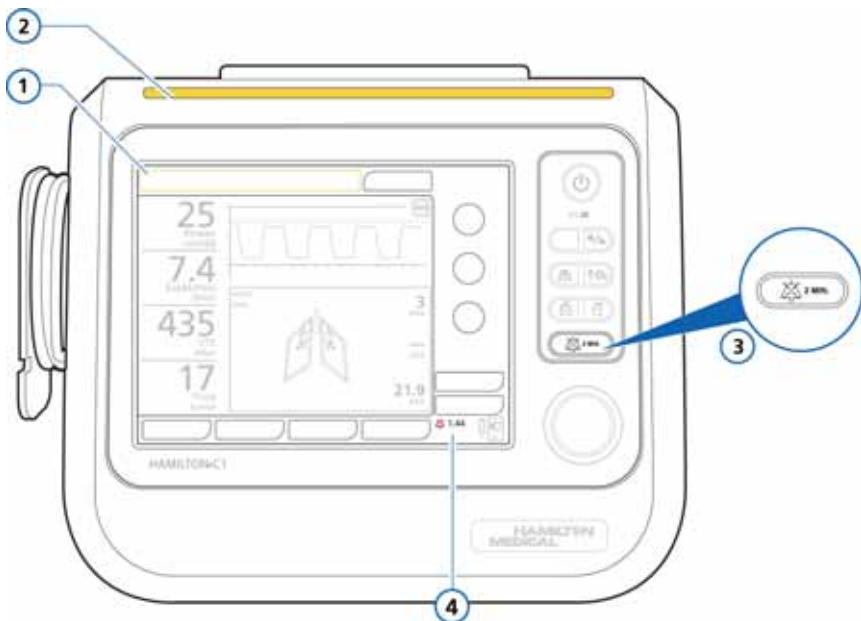
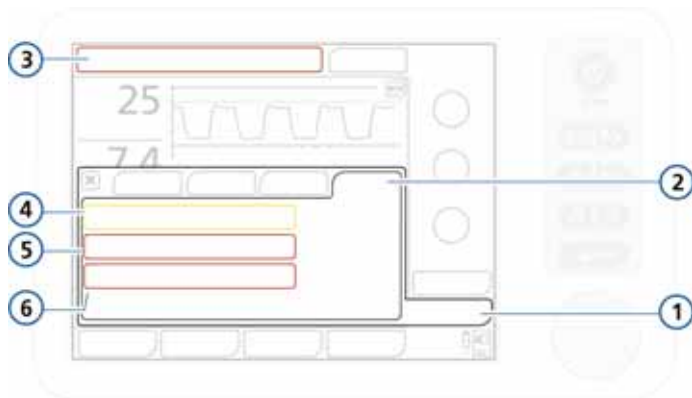

図 8-1. 視覚的アラームインジケータ
図 8-4. 発生中のアラームを含むアラームバッファ
表 8-1 は、各アラームのタイプ別に音声および視覚的な特徴をまとめたものであり、それぞれに対応する方法を示しています。また図 8-1 は、人工呼吸器の視覚的アラームインジケータを示したものです。発生中のアラームは、アラームバッファ (図 8-4) で確認できます。アラームに関する情報は、イベントログにも保存されます (セクション 8.4)。
- ・ 現在アラームが発生している場合、アラームバッファには最新の発生中アラームが表示されます (図 8-4)。関連するアラームメッセージもメッセージバーで切り替わります。発生中アラームは、角が丸くなっているボックス内に表示されます。